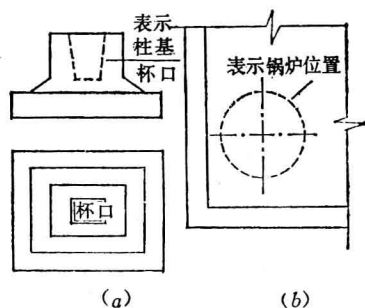

图 1-26 虚线的用途示意图
(2) 中心线: 中心线用细点划线或中粗点划线绘制。它用来表示建筑物的构件或墙身等的中心位置。
(3) 尺寸线: 多用细实线绘制,在图上用来表示各部位的实际尺寸。
(4) 引出线: 引出线用细实线绘制。当图纸上某一部分需要注写标高、尺寸、做法等文字说明,而图上该部位位置有限时,用引出线将文字引到适当位置加以注释。
(5) 折断线: 一般采用细实线绘制。在绘图时,为了少占图纸常把不必要的部分省略不画,这时需要画上折断线。
(6) 虚线: 虚线是线段及间距均保持长短一致的断续短线。在图中有粗、中粗、细线三类。其用途有: 1) 表示建筑物看不见的背面和内部的轮廓线或界线(图1-26 (a));